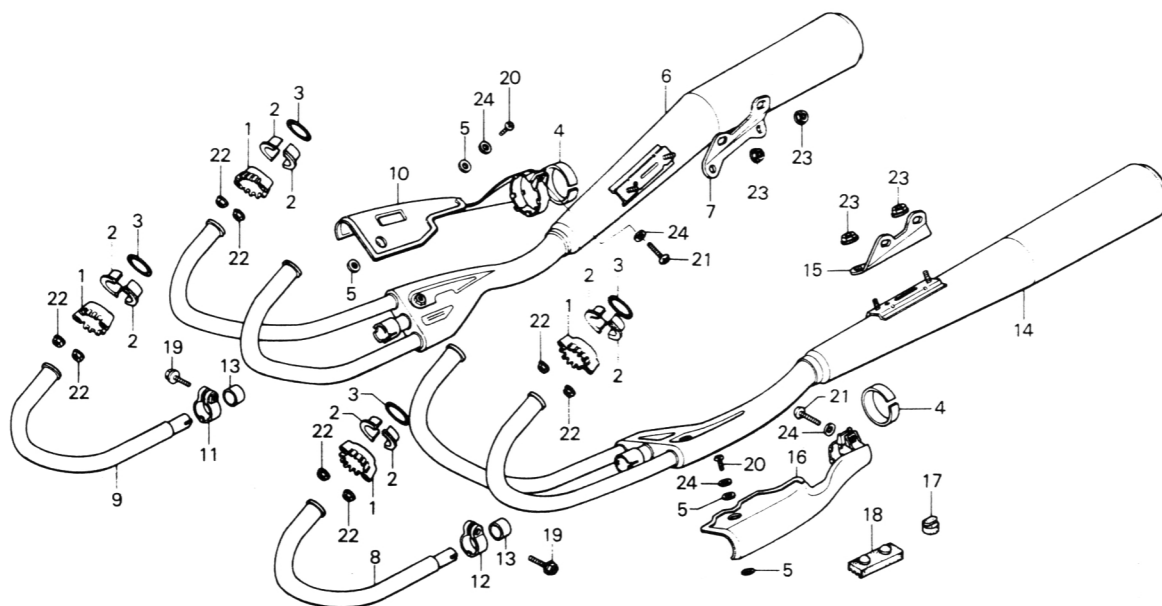

Bild 120
- Die Teile der Auspuffanlage sind in Bild 120 gezeigt. Allfällige Aus- und Einbauarbeiten sind problemlos und können anhand dieser Abbildung leicht durchgeführt werden.